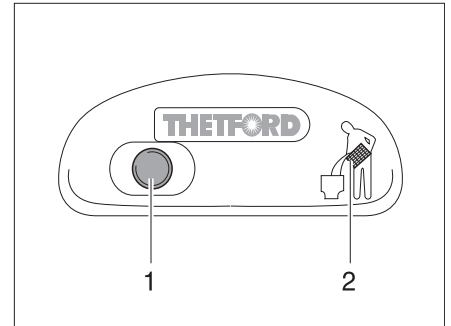

Bild 103 Spülknopf/Kontroll-Leuchte Thetford-Toilette
- Zum Spülen den blauen Spülknopf (Bild 103,1) drücken.
Die Kontroll-Leuchte (Bild 103,2) leuchtet, wenn die Thetford-Kassette entleert werden muss.